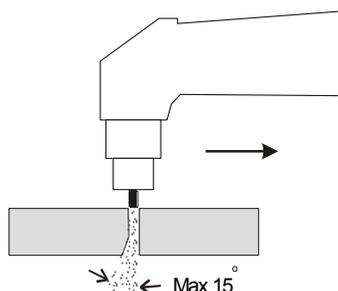

Fig. 8
1. une vitesse de coupe élevée (s'assurer si l'angle d'inclinaison de l'arc de coupe en pénétration ne dépasse pas environ 15° (voir fig. 8)